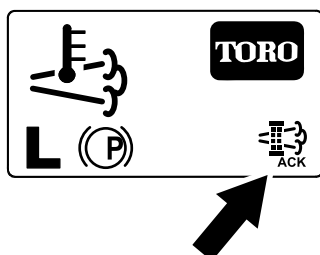

Figure 95
8. L'InfoCenter affiche l'écran d'accueil et l'icône de confirmation de la régénération (Figure 95) apparaît en bas à droite de l'écran pendant le processus de régénération.